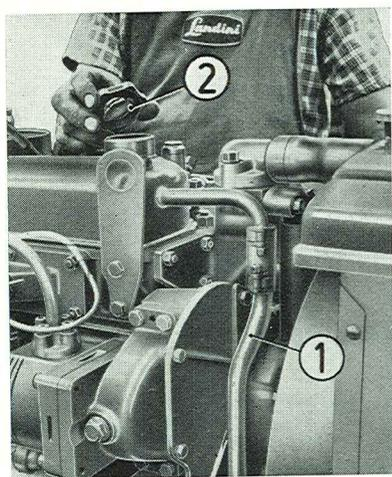

Fig. 9 - BOCCHETTONE INTRODUZIONE OLIO NELLA COPPA MOTORE
c) lavare in un bagno di petrolio o benzina lo sfiatatoio del basamento motore (fig. 9).
3) Smontare lo sfiatatoio del basamento motore (fig. 9) e procedere ad un suo accurato lavaggio in un bagno di petrolio o benzina.